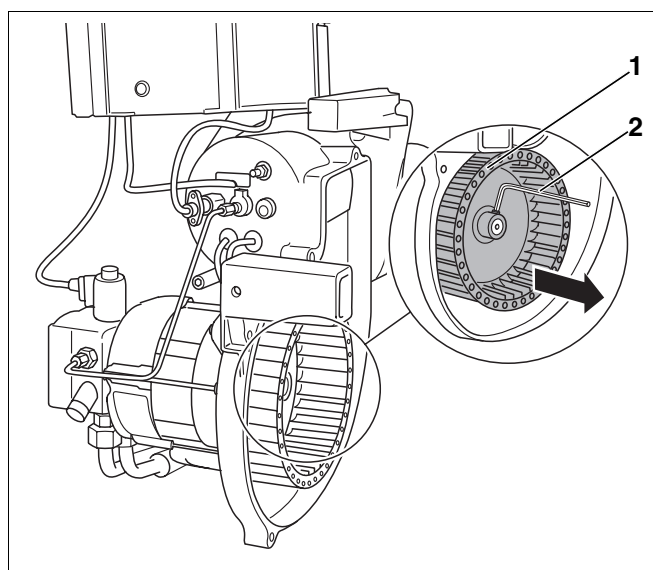

Рис. 30 Проверка крыльчатки вентилятора и ее чистка
- Ослабить крыльчатку вентилятора (рис. 30, поз. 1) ключом для внутреннего шестигранника (рис. 30, поз. 2) и снять с вала.
- Установить крыльчатку (рис. 30, поз. 1) на место.